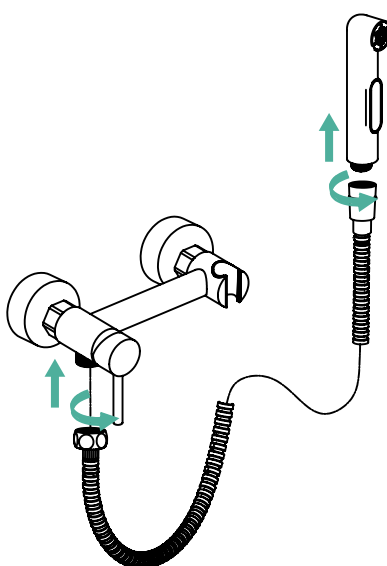

Рис. 4
5. Присоедините шланг для душа и гигиеническую лейку (рис. 4). Откройте подачу холодной и горячей воды на небольшой промежуток времени, после чего закройте подачу воды.